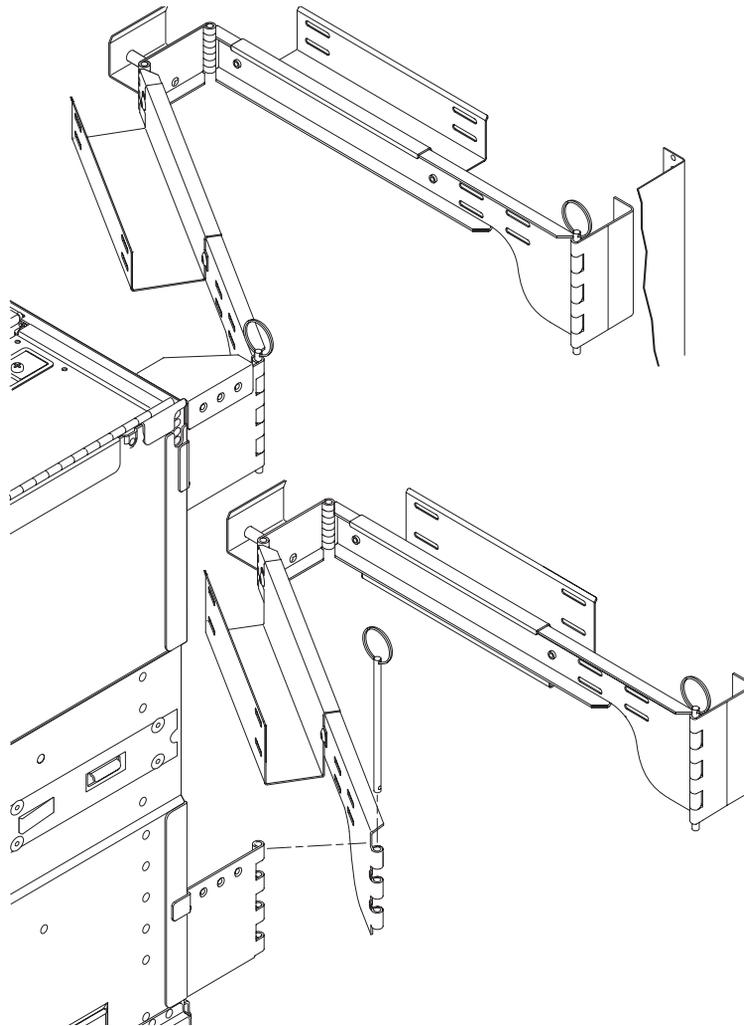

ABBILDUNG 1-20 Montieren des oberen und unteren Kabelarms
8. Verbinden Sie den E/A-Kabelarm erneut mit der oberen Gelenkshalterung, und führen Sie zum Befestigen den Scharnierstift wieder ein (ABBILDUNG 1-20).
9. Verbinden Sie den Stromkabelarm erneut mit der unteren Gelenkshalterung, und führen Sie zum Befestigen den Scharnierstift wieder ein. (ABBILDUNG 1-20).